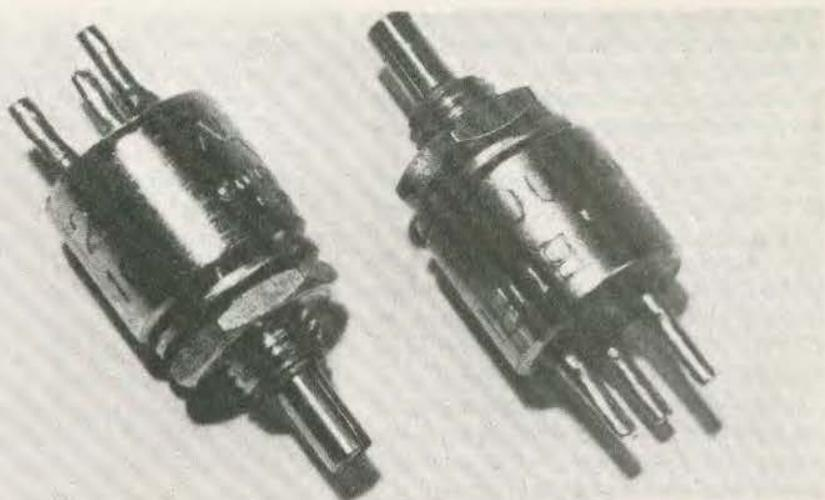

Fig. 4
- **Modèles professionnels :** exemple : Sfernice 1 W étanche, en boîtier circulaire \varnothing : 8,5 mm, sorties par perles de verre (fig. 4) commande par axe fendu, courbe linéaire entre 10 Ω et 2,2 M Ω , coefficient de température $\pm 50 \cdot 10^{-6}/^{\circ}\text{C}$.